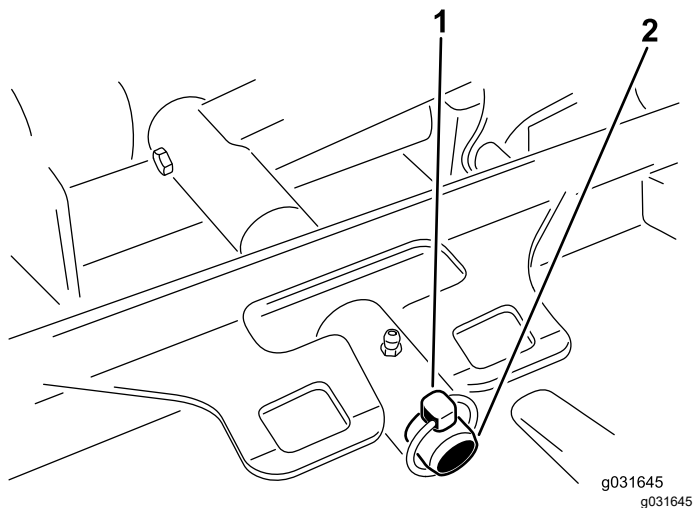

図 68
3. デッキのキャリアフレームを昇降アームのピボットピンに固定しているリンチピンまたはリテーナナットを外す 図 68。
3. デッキのキャリアフレームを昇降アームのピボットピンに入れ、リンチピンとリテーナナットで固定する 図 68。